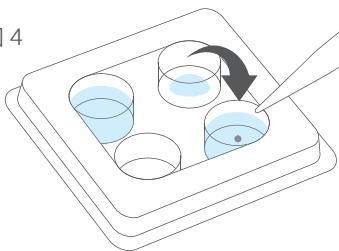

図 5
- 4 卵子を VS2 の入ったウェルに移し、さらに 30 秒間静置してください。(図 5)